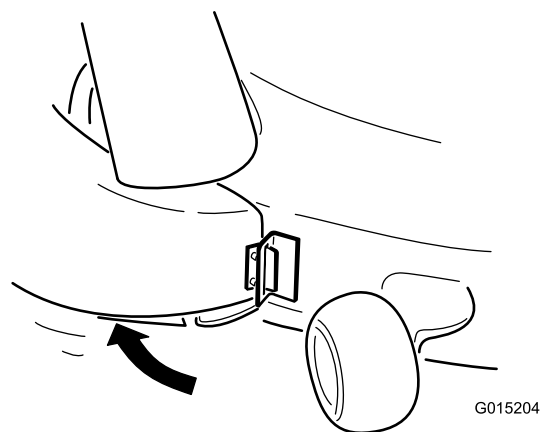

Figura 25
2. Girate indietro la guida di scarico verso il piatto di taglio in modo che sia a paro con quest'ultimo (Figura 25).